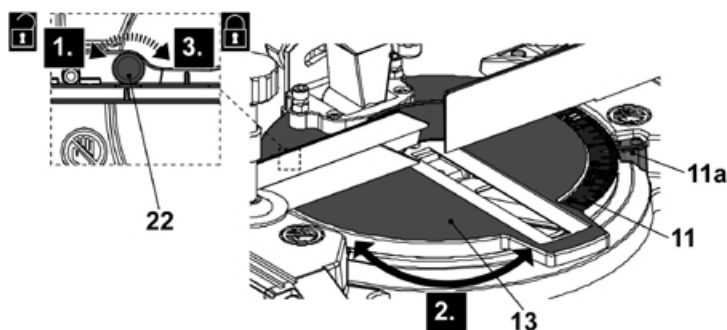

Fig. 5
- > Rode a pega de bloqueio da mesa rotativa (22) no sentido contrário ao dos ponteiros do relógio para a libertar (Fig. 5, etapa 1).
- > Rode a mesa rotativa (13) (etapa 2) até o ponteiro do ângulo de corte (11a) ficar alinhado com o ângulo necessário no nível de corte (11).
- > Aperte a pega de bloqueio da mesa rotativa (22) posteriormente (etapa 3).